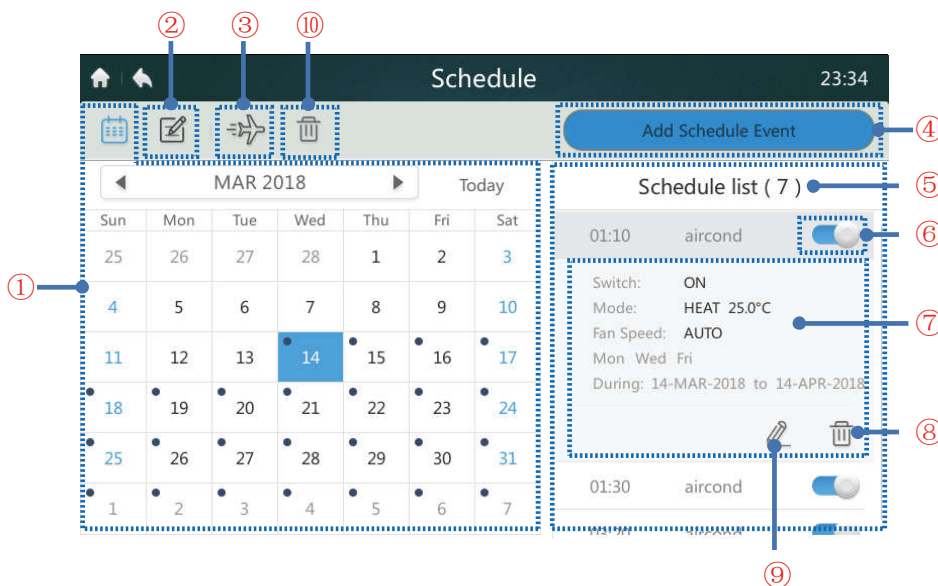

Abb. 19: Homepage der Schedule-Seite (Zeitplan)
1. Klicken Sie auf die Taste „Add Schedule Event“ (Ereignis dem Zeitplan hinzufügen) mit der Bezeichnung „4“ in Abb. 19, um in die Schnittstelle zu wechseln, die in Abb. 20 gezeigt ist.
1 Klicken Sie auf die Taste „“ (Urlaub) mit der Bezeichnung „3“ in Abb. 19, um zum Einstellen des Urlaubs zu wechseln, wie weiter unten gezeigt. Die eingestellten Betriebszeitpläne werden während des Urlaubs unterdrückt.
Klicken Sie auf die Taste „“ (Löschen) mit der Bezeichnung „10“ in Abb. 19, um alle Zeitplaneinstellungen zu löschen. Es erscheint die Aufforderung, die in Abbildung weiter unten gezeigt ist. Klicken Sie auf „Delete“ (Löschen), um die Zeitpläne zu löschen, oder auf „Cancel“ (Stornieren), um diesen Vorgang zu annullieren.